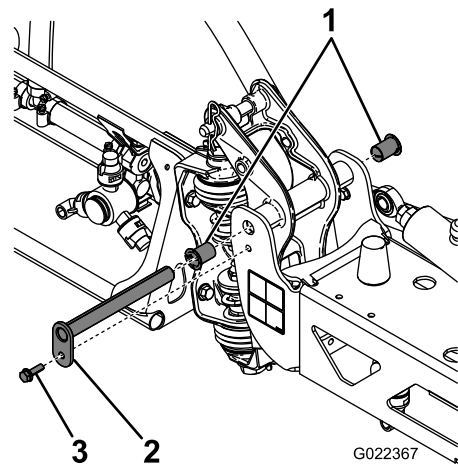

图 63
3. 支撑住喷洒臂的重量然后拆下将枢轴销紧固到喷洒臂组件的螺栓和螺母图 63。
4. 卸下固定枢轴销的螺栓和螺母然后取下枢轴销图 63。